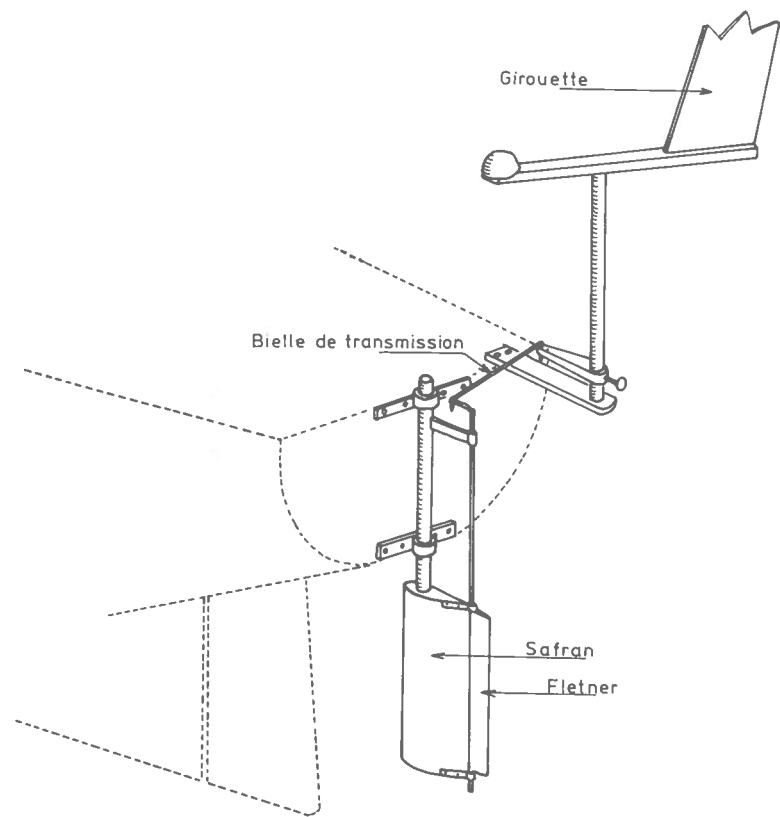

Fig. 18. - Ampli safran-fletner.
L'amplificateur safran-fletner est l'application la plus simple de ce principe; pour faire tourner le bateau, nous lui avons mis un gouvernail, eh bien pour faire tourner le gouvernail, nous allons mettre un gouvernail au gouvernail. Nous appellerons ce gouvernail supplémentaire le « fletner » (fig. 18).
• Figure 18. Le fletner est monté sur un gouvernail supplémentaire accroché au tableau. C'est certainement le montage le plus efficace.